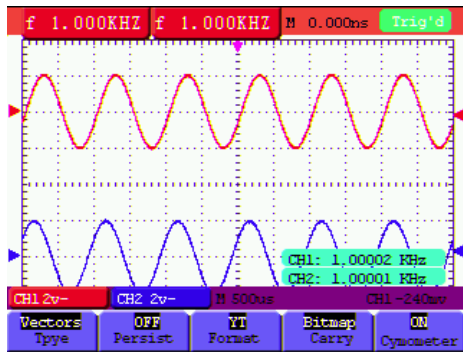

Рисунок 48. Функция частотомера
3. Нажмите кнопку **F5**, чтобы включить частотомер, выбрав в опции **Cymometer** значение «ON». (см. рисунок 48):